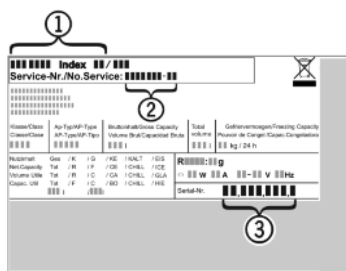

Fig. 12
► A készülék megnevezését Fig. 12 (1), a szerviz- Fig. 12 (2) és sorozatszámot Fig. 12 (3) a típus-tábláról olvassa le. A típustábla a készülék belsejében baloldalon található.
- Értse a vevőszolgálatot a hibáról, és adja meg neki a készülék megnevezését Fig. 12 (1), a szerviz- Fig. 12 (2) és a sorozatszámot Fig. 12 (3).